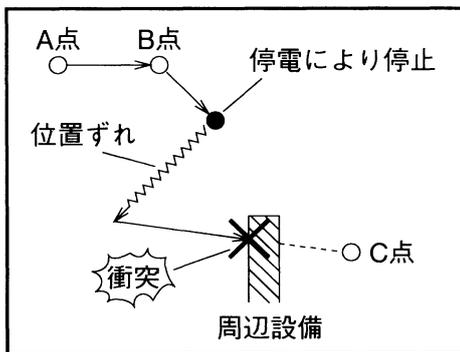
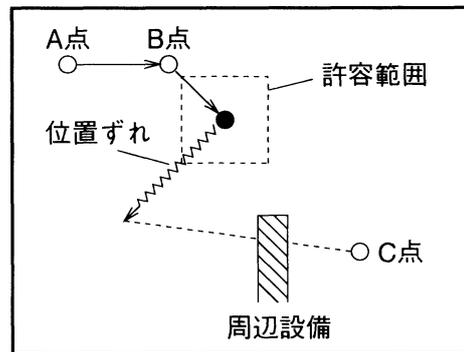

図3-4 位置ずれが大きい時の動作経路
図3-5 許容範囲外
停電中にロボットが外力を受けて、停電前の位置から離れた位置に動くことがあります。このように、位置ずれがあるときに運転を再開すると図3-4のように設備と衝突することがあります。このため図3-5のように停電時と電源回復時にロボットアームの位置が許容範囲外の場合は復電は行なわずERROR481を表示します。この場合はプログラムを指定し先頭ステップより実行を行なってください。許容範囲はあらかじめ表3-33に従って設定します。この機能は、P3-33の表3-35の手順③に示すように